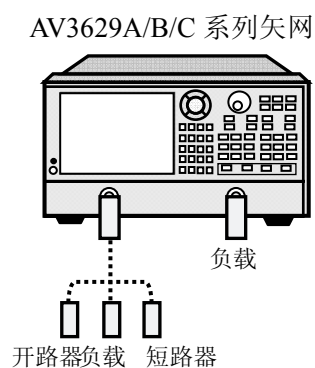

图 14-12 单端口校准连接框图一
- a) 按图 14-12 所示连接系统,预热 60 分钟以上;
- d) 开始进行校准,如图 14-12 所示,在端口 2 连接负载,按[开路]→[N Male (OPEN)],按照提示在端口 1 连接开路器,按[确定]进行开路校准,完成后按[确定]。按[短路]→[N Male (SHORT)],按照提示在端口 1 连接短路器,按[确定]进行短路校准,完成后按[确定]。按[负载]→[N Male (LOAD-Fixed)],按照提示在端口 1 连接负载,按[确定]进行负载校准,完成后按[确定]→[确定]按钮完成校准;